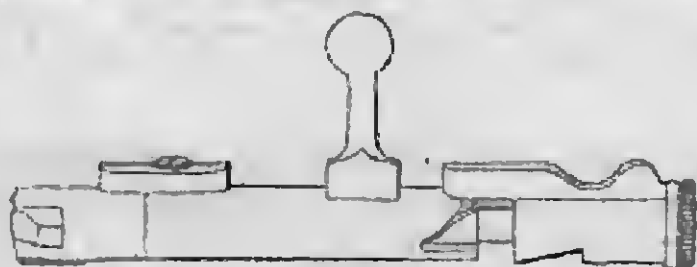

Fig. 6. — Culasse mobile. (Ensemble.)
12. La culasse mobile (fig. 6) comprend huit pièces :